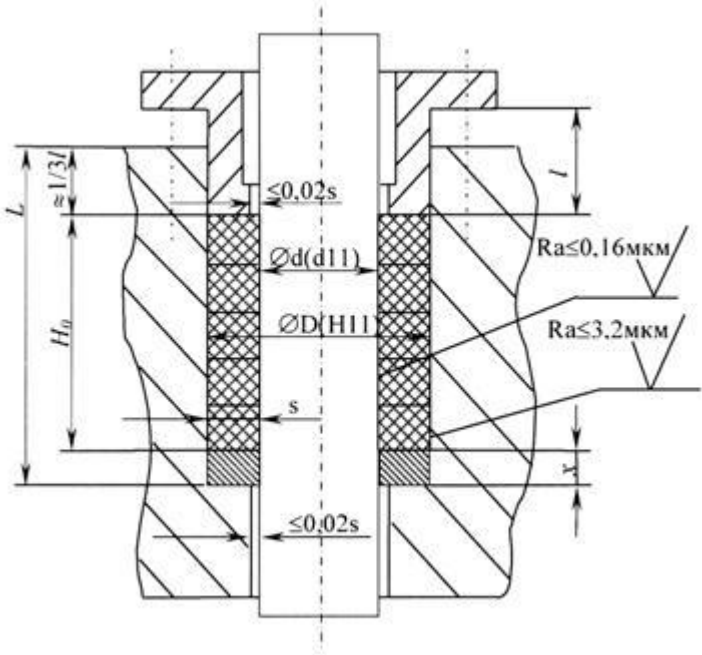

Рис. 1.
- 3.2. Зазор между штоком, грундбуксой, корпусом и подсальниковым кольцом, а также шероховатость поверхности штока не должна превышать показателей, указанных на Рис. 1. При наличии эксцентриситета между осями шпинделя и камеры сальника его необходимо устранять. Изгиб шпинделя (штока) не допускается.
Высота подсальникового кольца χ определяется как разность между глубиной сальниковой камеры L и суммой высоты сальникового пакета H_0 и $1/3$ длины рабочей части грундбуксы l . (Рис. 1).